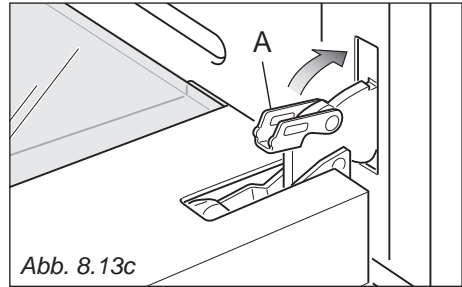

Abb. 8.13c
4. Schließen Sie die Hebel "A" am linken und rechten Scharnier, wie Abb. 8.13c zeigt.